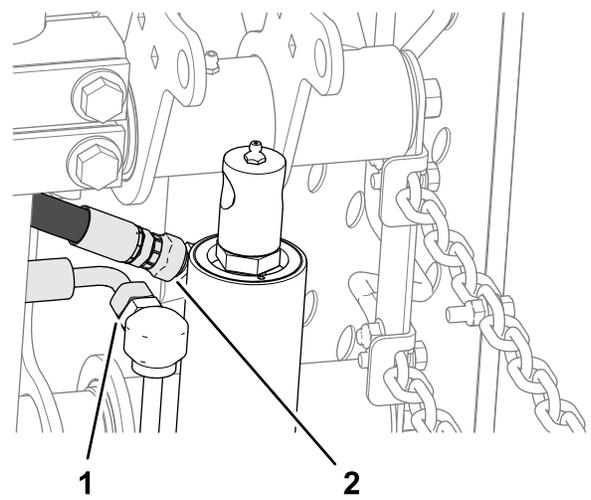

図 14
2. 昇降シリンダのところで、戻りホースのストレートスイベルフィッティングと、昇降ホースの 90° スイベルフィッティングをゆるめる 図 14。